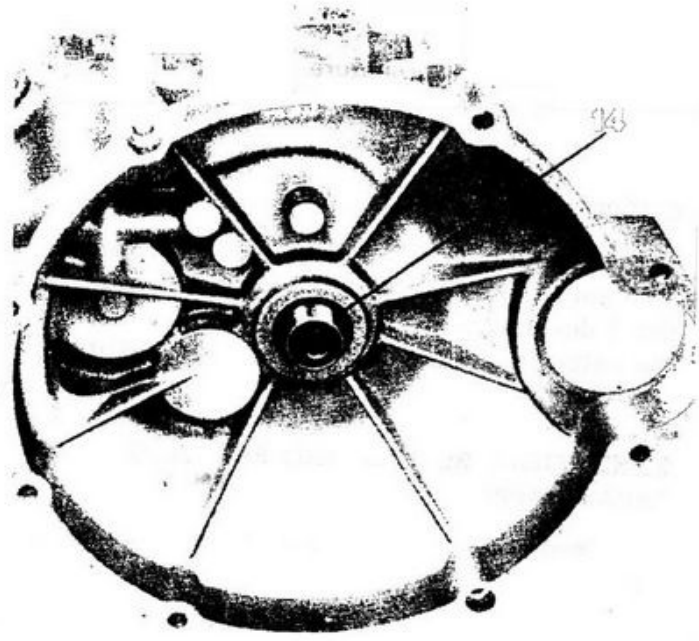

Fig. 96
- l'albero frizione completo di ingranaggio rinvio, manicotto, molla, piattello di tenuta e i due semisettori. Nel montaggio dell'albero frizione sulla scatola cambio, per non rovinare l'anello di tenuta ivi montato adoperare la boccola n. 12910700 (14 di fig. 96);